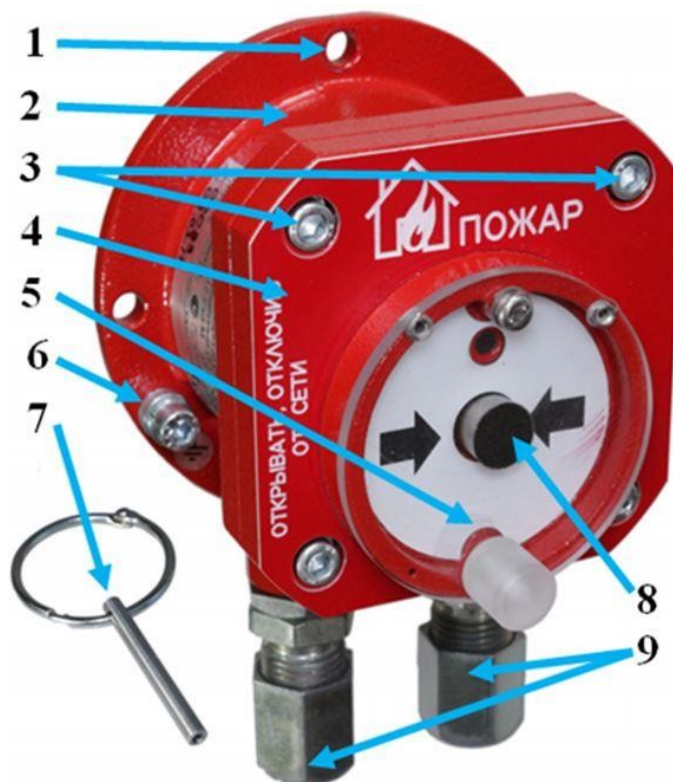

Рисунок 1 – Внешний вид извещателя
- открыть поворотом вверх защитную крышку, рис. 1;
- в отверстие крышки извещателя (снизу) вставить специальный ключ и вернуть на 2 оборота по часовой стрелке, рис. 1;
- потянуть специальный ключ вниз, при этом кнопка вернется в исходное состояние, извещатель перейдет в режим «Дежурный», рис. 1.
- в отверстие крышки извещателя (снизу) вставить специальный ключ и вернуть на 2 оборота по часовой стрелке, рис.1;
- потянуть специальный ключ вниз, при этом кнопка вернется в исходное состояние, извещатель перейдет в режим «Дежурный», рис.1.